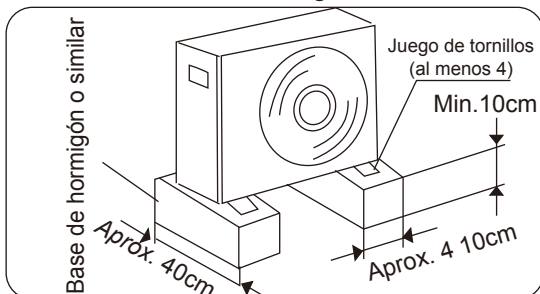

Fig.8.2
- Haga una base fuerte (tablero hecho de hormigón o similar de 10X40 cm2). El electrodoméstico debería estar ubicado a no menos de 10 cm de altura para evitar que se moje o se oxide. De lo contrario, puede causar daños en el electrodoméstico o reducir su vida útil. (Fig 8.2)